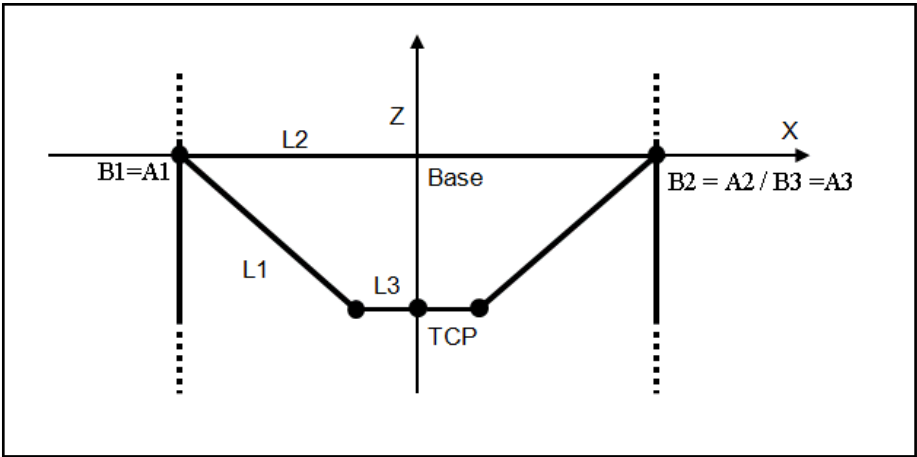

Abb. 4-27: Nullposition der Achsen
- Abb. 4-27 "Nullposition der Achsen" auf Seite 140 zeigt einen Delta-Linear-Roboter in Nullstellung aller Achsen, d. h. nimmt der Roboter die in den Abbildungen dargestellte Stellung ein, so müssen sämtliche Achsen in Maschinenkoordinaten (MCS) Null anzeigen.